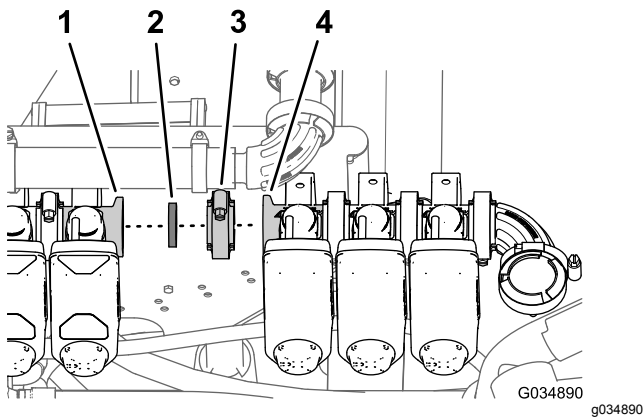

Figura 65
- Alinee la junta y la brida de la válvula de sección izquierda (identificada como válvula de boquilla 8) con la brida de la válvula de boquilla 7 (Figura 65).
- Sujete provisionalmente la junta y la válvula de boquilla 8 a la válvula de boquilla 7 con una abrazadera para bridas (Figura 65).